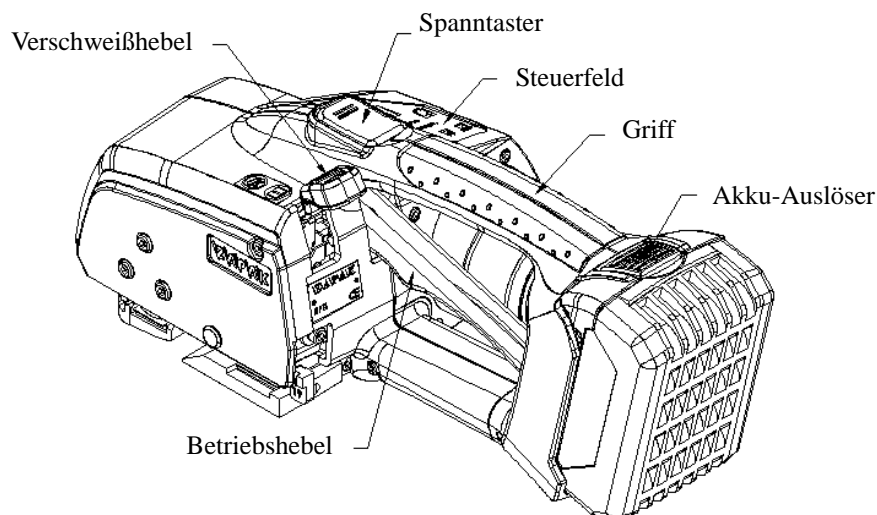

ABBILDUNG 2. ZP93A/ZP97A Vorstellung der Arbeitsbauteile
4.1 Vorstellung der Arbeitsbauteile (Abbildung 2)